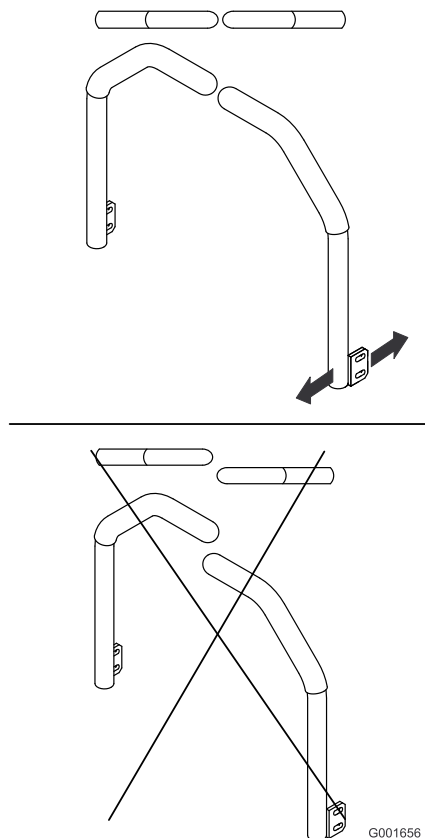

Figura 68
5. Ajuste as alavancas de controlo de forma a ficarem alinhadas (Figura 68) e aperte os parafusos, prendendo as alavancas às hastes.